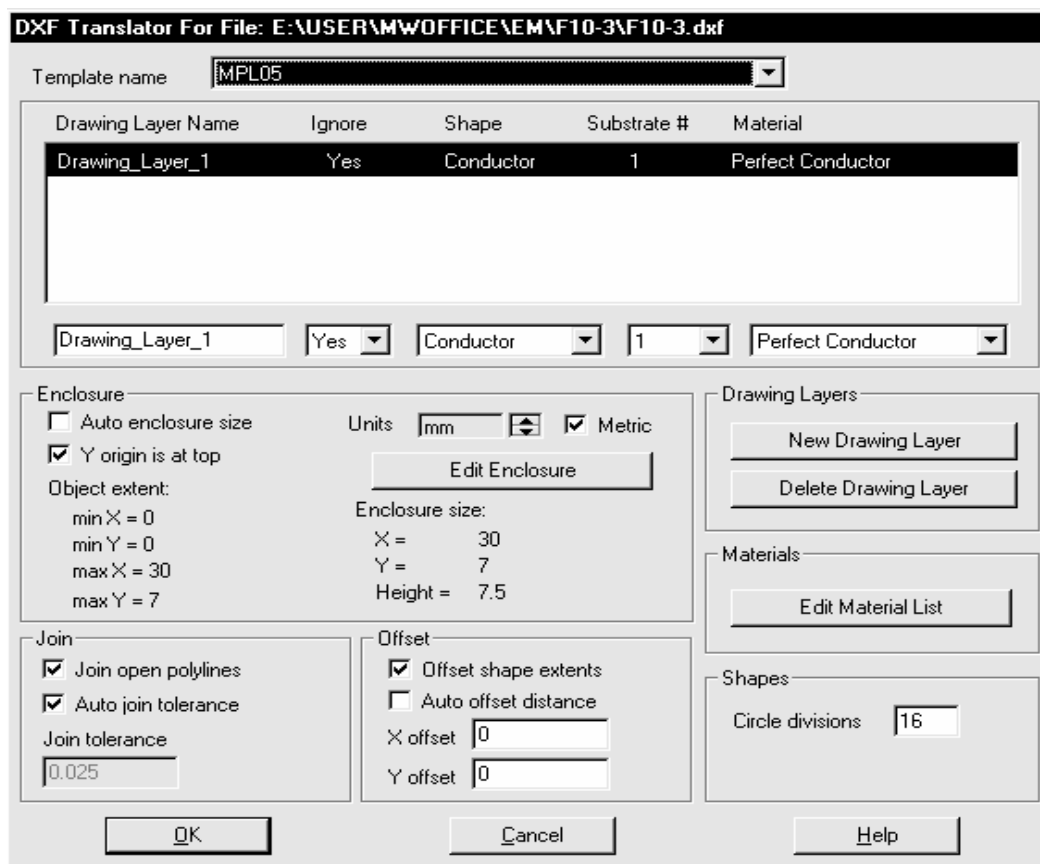

Рис. 4.38
**DXF Translator For File:** (DXF транслятор для файла:) с полным именем выбранного файла в верхней части окна (рис. 4.38).